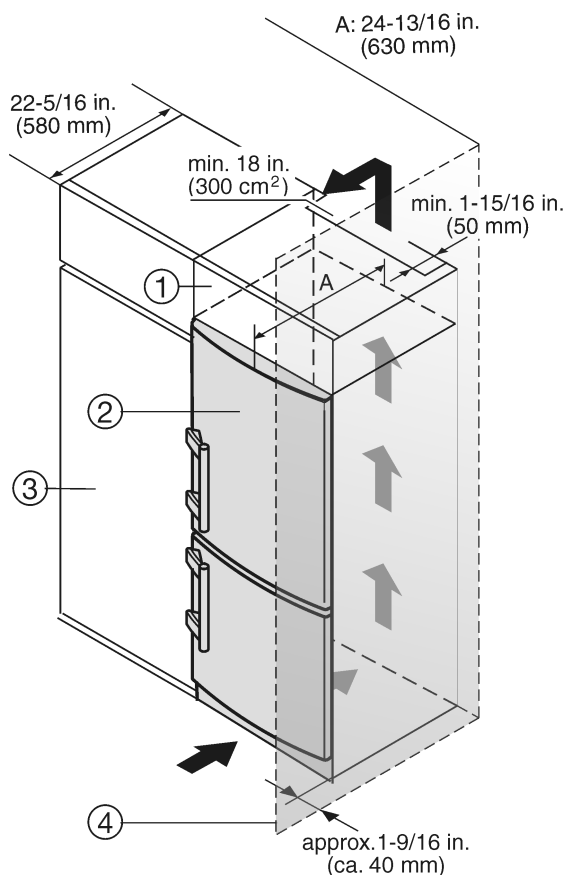

Fig. 32
- (1) Armario superior
- (2) Aparato
- (3) Armario de cocina
- (4) Pared
El aparato se puede rodear de muebles de cocina. Para adaptar el aparato Fig. 32 (2) a la altura del mueble de la cocina se puede colocar sobre el aparato un armario superior Fig. 32 (1) adecuado y acorde con el mobiliario.
Si la cocina posee armarios (profundidad máx. 22-27/32 " (580 mm)) el aparato se puede instalar directamente junto al armario de la cocina Fig. 32 (3). Desde el lateral, la puerta del aparato queda a 1-11/32 " (34 mm) de la parte frontal del armario de cocina, y desde el centro del aparato, a 1-31/32 " (50 mm). Por tanto, se puede abrir y cerrar sin problemas.
Si el aparato se instala con las bisagras junto a una pared Fig. 32 (4), la distancia entre el aparato y la pared debe ser de como mínimo 1-9/16 " (40 mm). Esto equivale al saliente del tirador con la puerta abierta.